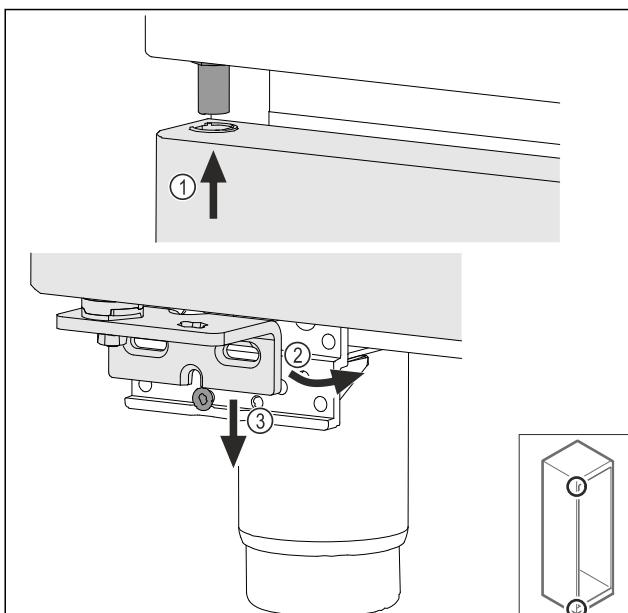

Fig. 47
- Наденете леко наклонената нагоре врата Fig. 47 (1), подравнете вратата напред Fig. 47 (2) и я поставете отдолу върху винта на опорната стойка Fig. 47 (3).